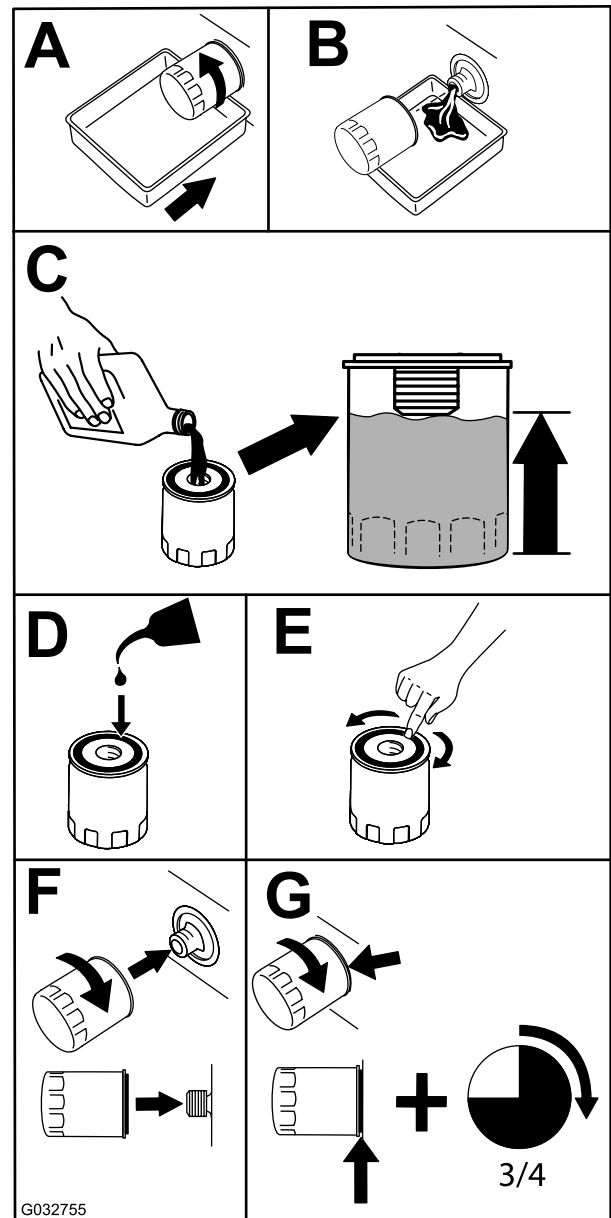

Figura 42
- Substitua o filtro do óleo do motor (Figura 42).